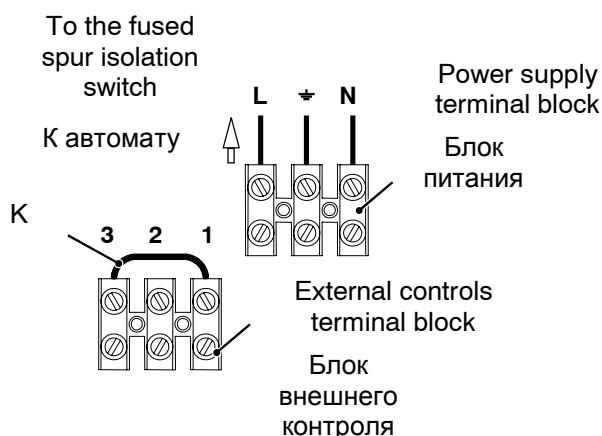

Fig. 5.8
5. Connect the electrical supply flexible cord coming from the fused spur isolation switch to the power supply terminal block of the boiler ( Fig. 5.8) keeping the same connections for the live (brown wire) and the neutral (blue wire). External 3 A fuse or fused plug with same current rating is recommended.
5. Подключите кабель питания, идущий от автомата к блоку питания котла (Рис. 5.8) сохраняя правильную фазность: фаза (коричневый провод), ноль (синий провод). Рекомендуется установка внешнего 3А предохранителя или автомата с аналогичными характеристиками.
**When connecting any type of external control, the jumper K in Fig. 5.8 must be removed.**